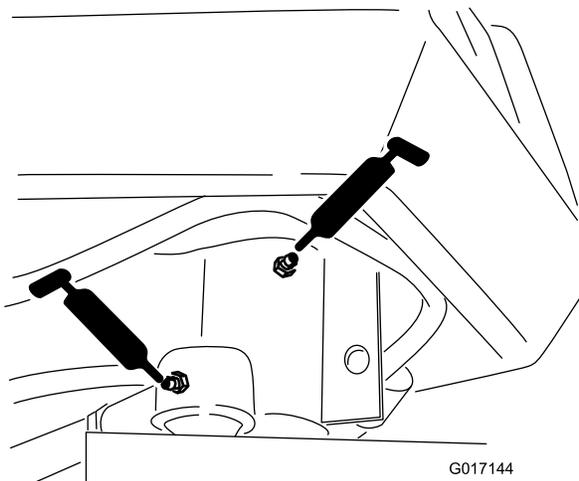

図 37
- ステアリングフォークのシャフト1か所 図 37
- ステアリングシリンダロッドの端部 図 37